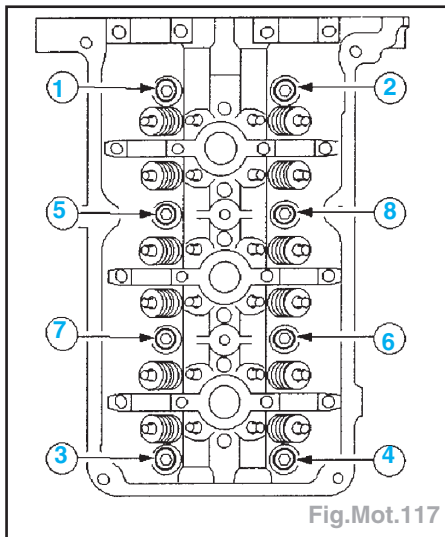

Fig.Mot.117
- Desserrer les vis d'un tour (360°) dans l'ordre indiqué (Fig.Mot.117).